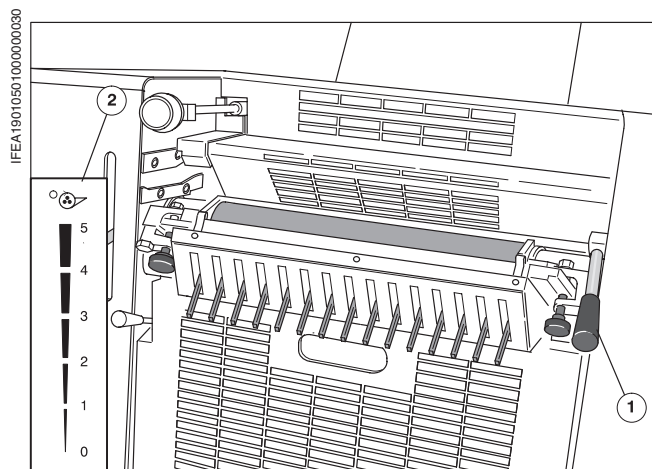
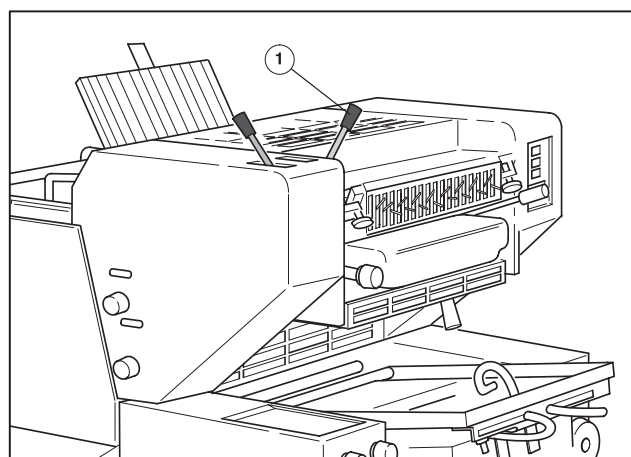

Рис. 5 Ход дуктора в машине QM 46-1
Рис. 6 Ход дуктора в машине QM 46-2
Ход дуктора (=ширине красочной полосы на дукторе) определяет подачу краски на все печатное изображение. В машине QM 46-1 ход дуктора регулируется рычагом (Рис. 5/①), в машине QM 46-2 на ПС 2 - рычагом (Рис. 6/①).
❶ При наладке новой печатной формы начинать нужно с максимально возможного хода дуктора при минимальном раскрытии красочной зоны.
Величина хода дуктора указана в табличке (Рис. 5/②) рядом с этим рычагом: